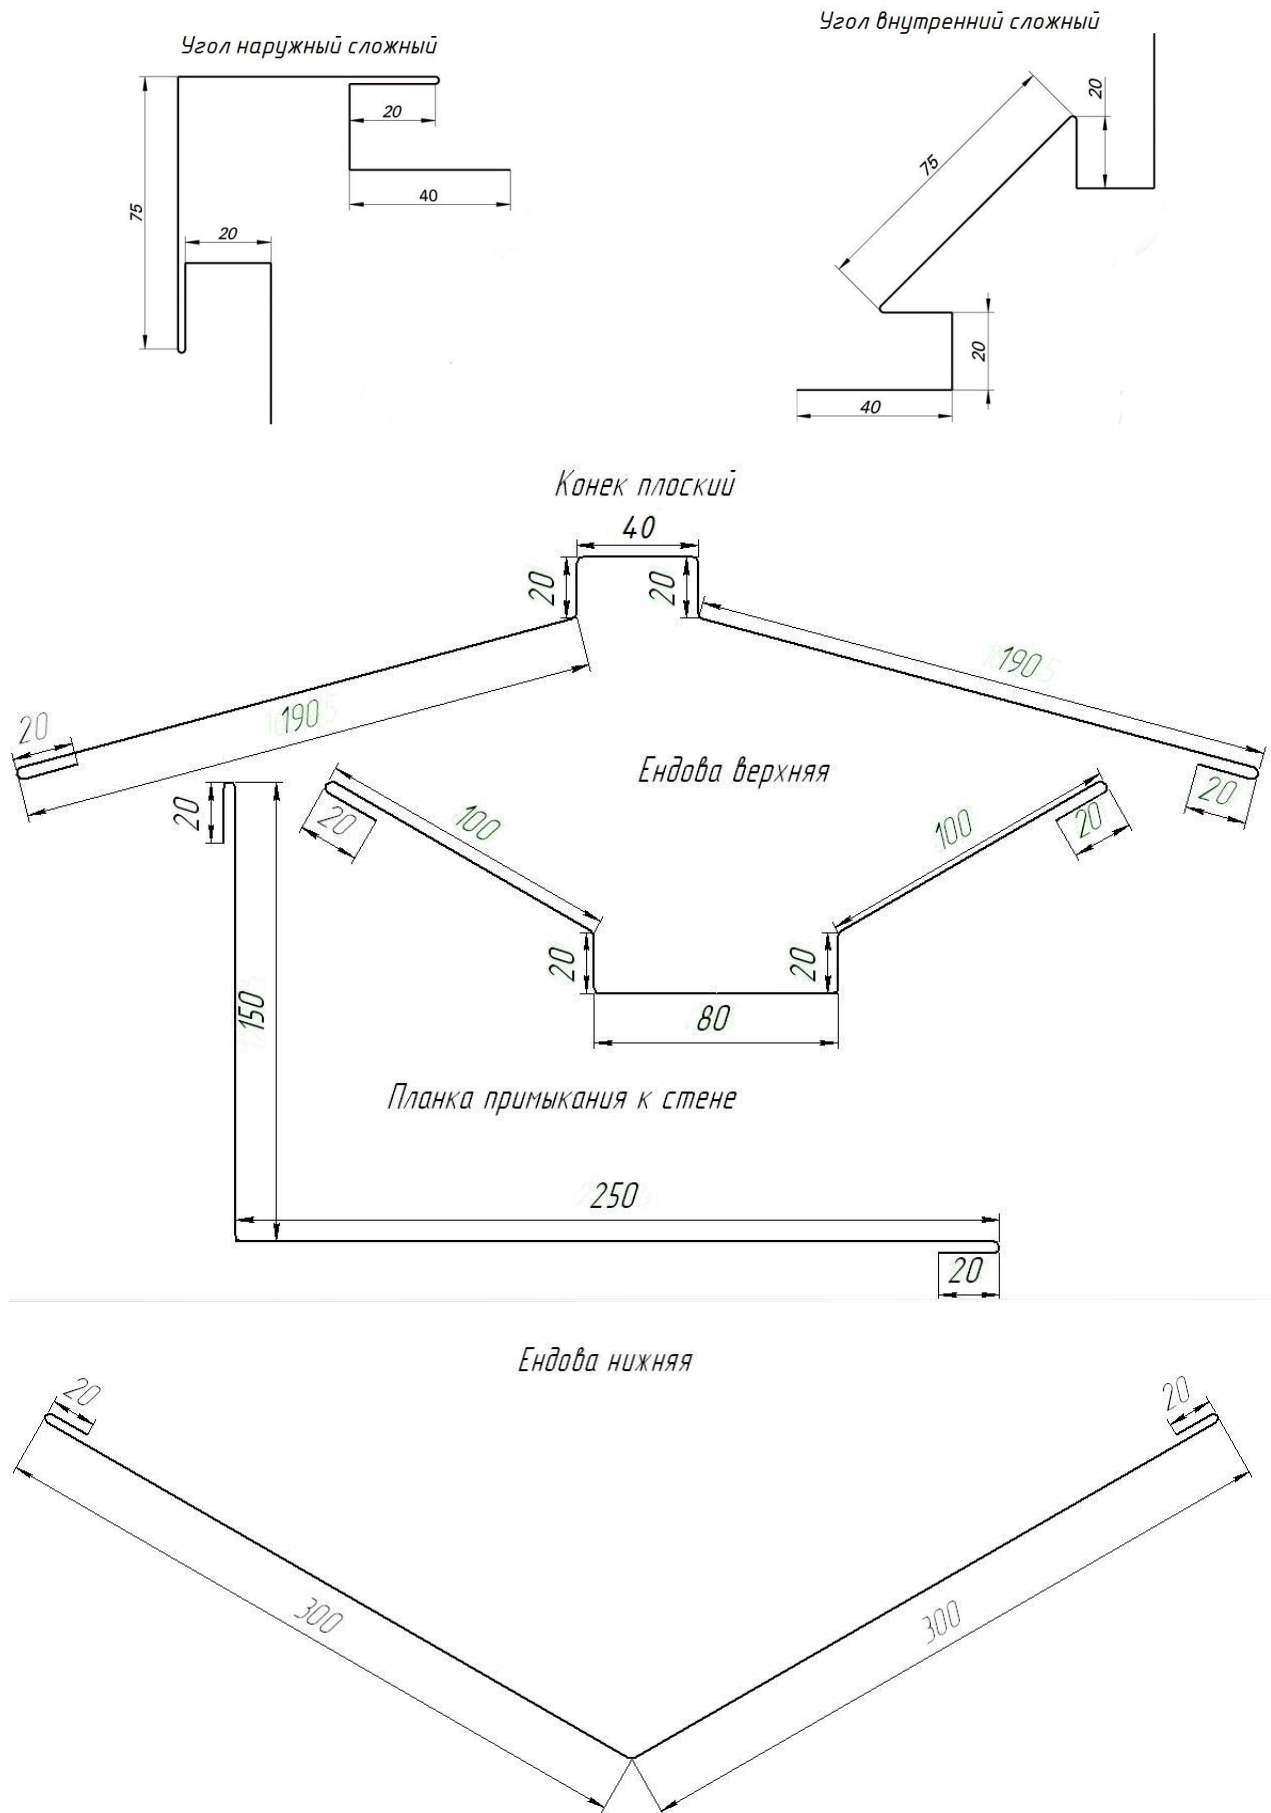

Рис. 1. Примеры изделий, изготавливаемых на листогибе.
Примерные виды изделий, изготавливаемые на листогибе см. рис. 1.
5.3. Если необходимо выполнить усиленную жесткость по краю заготовки (см. рис.1), по п. 5.2, выполнить загиб с углом 45 градусов, затем плоскостью с острой частью угла располагают заготовку между матрицей и пуансоном дожимав 8 и последним прижимают заготовку к матрице, чем уменьшают угол с 45 градусов до 0 градусов. Готовое изделие освобождают и складывают. Листогиб готов к дальнейшей работе.